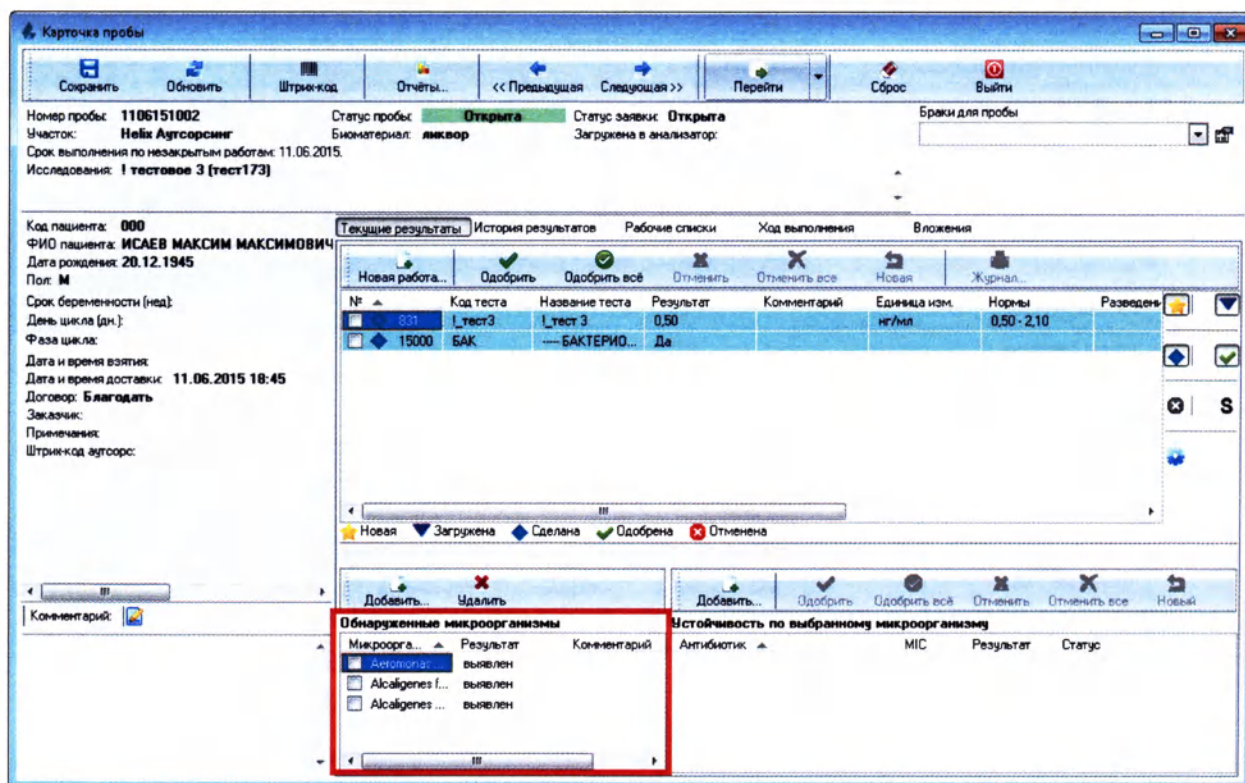

Рисунок 8.4
5. Выбранные микроорганизмы будут добавлены в карту пробы (Рисунок 8.4):